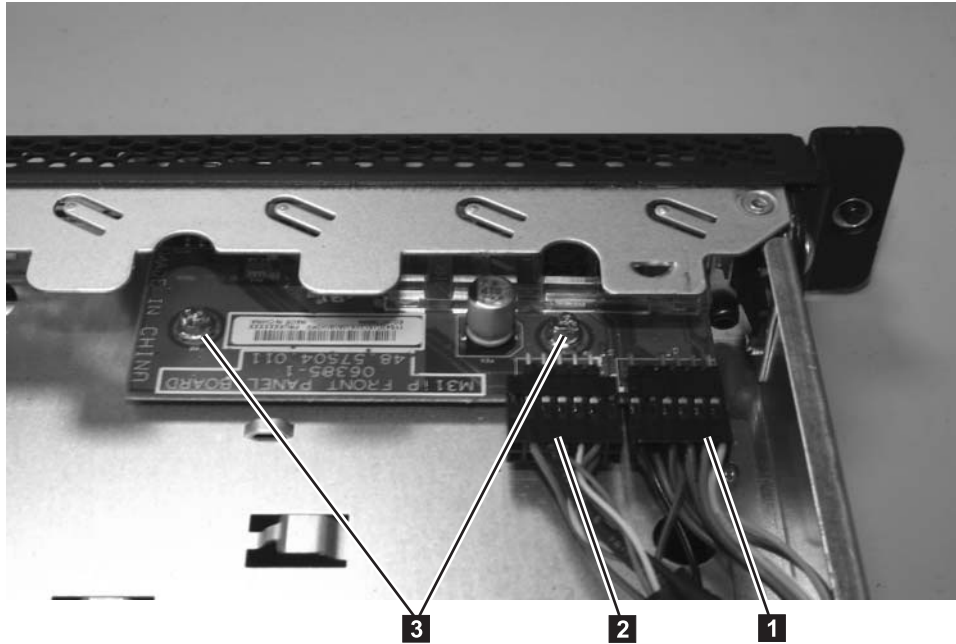

図 225. SAN ボリューム・コントローラー 2145-8A4 オペレーター情報パネル
1. 257 ページの図 225 に示すように、ライト・パネル・ケーブル **1** および前面 USB ケーブル **2** をオペレーター情報パネル・ボードに接続します。